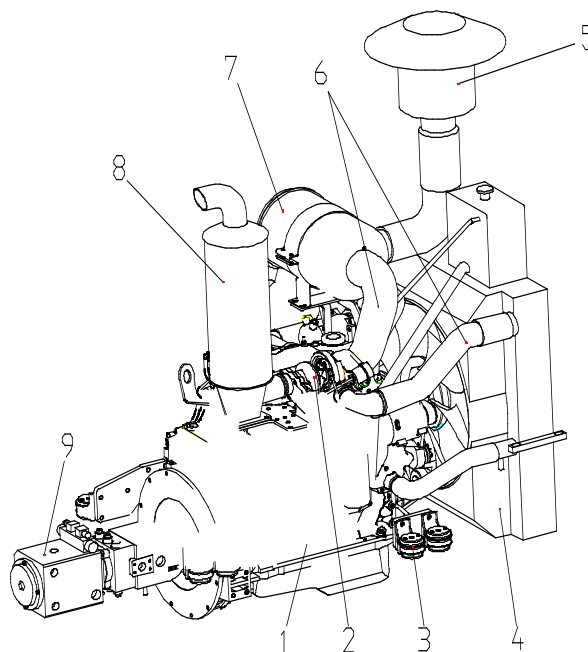

Рис. 3-37
3.8.4 Силовая система (Рис. 3-37)